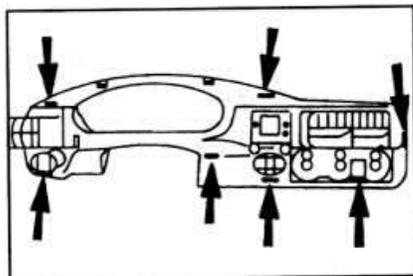

Рис. 12.53. Расположение винтов крепления панели приборов на моделях с 1996 года.
- Отвинтите 2 винта крепления с верхней обратной стороны декоративной накладки комбинации приборов. Освободите накладку комбинации приборов, из скоб крепления используя отвертку с защитной прокладкой или ткань. Извлеките комбинацию приборов и отсоедините электрические разъемы (см. рис. 12.53, 12.54).